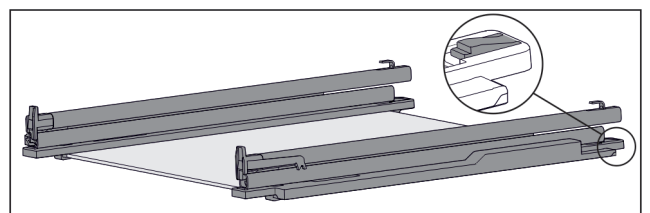

Fig. 120 Placa de vidrio con guías y piezas de sujeción
- ▶ Presione hacia abajo la pieza de sujeción por detrás (consulte Fig. 120) y, simultáneamente, deslice la guía hacia atrás.